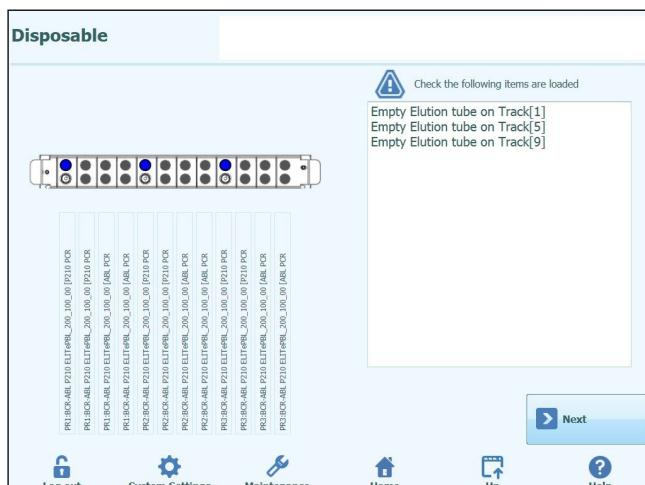

Figura 12
Certifique-se de que a Ponta (1) e o perfurador (3) estão colocados como mostrado na imagem abaixo (Figura 12).